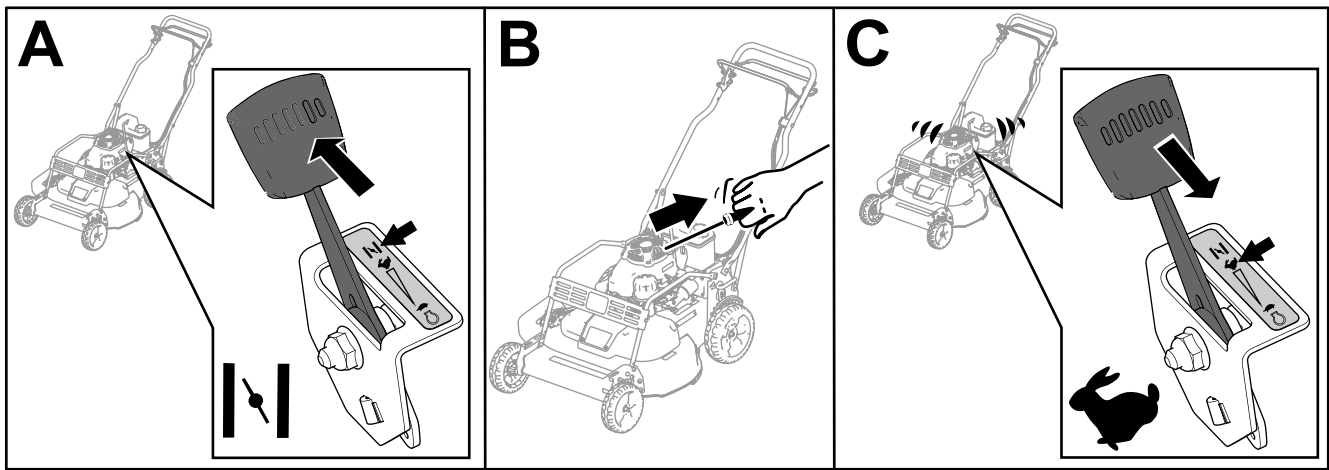

Figura 15
3. Deplasați maneta de accelerație în poziția OC (A din Figura 15).
4. Trageți ușor mânerul demarorului până când simțiți că opune rezistență, apoi trageți-l brusc (B din Figura 15).
5. Deplasați maneta de control al accelerației în poziția RAPID la pornirea motorului (C din Figura 15).